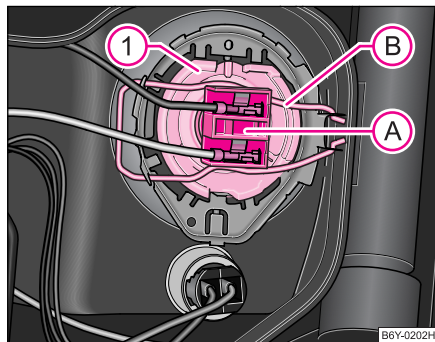

Fig. 177 Desmontaje de la bombilla para luz de cruce
- Extraiga el enchufe (A).
- Desenclavar el estribo de alambre elástico (B) presionando en dirección de la bombilla hacia abajo y abatirlo.
- Saque la bombilla (1) y coloque la bombilla nueva de tal modo, que las pestañas de fijación del reflector se encuentren en los rebajes del platillo de lámpara.
- Cale el enchufe (A) ⇒ fig. 177.